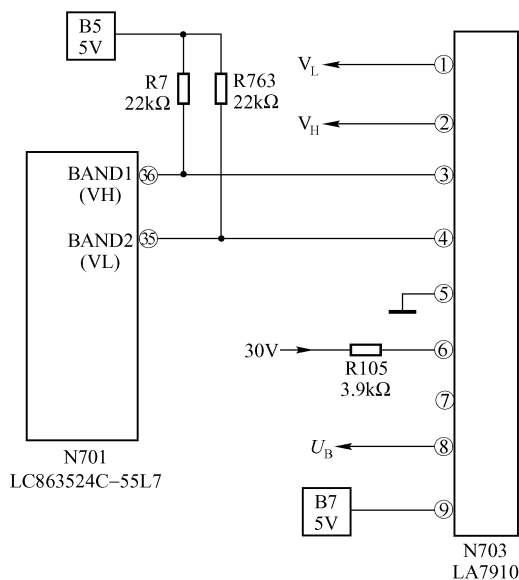

图 5-14 日野彩电主板中波段控制接口电路
在日野彩电主板中, N701 的③⑤、③⑥脚用于波段控制。其外部接口电路如图 5-14 所示。其中, N703 (LA7910) 为波段解码集成电路, 主要用于为高频头提供不同波段的工作电压。在正常工作时, N701 的③⑤、③⑥脚逻辑电压由当前选择的频道决定。因此, 当该种机型出现波段异常故障时, 应注意检查 N701③⑤、③⑥脚的逻辑电平及 N703 转换输出是否正常。